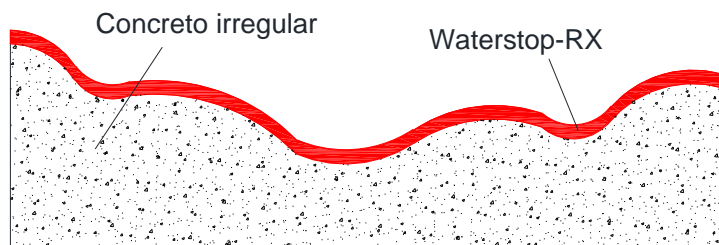

Figura 12 - Instalación de la junta Waterstop-RX en una superficie irregular.
1. Aplicar Waterstop-RX de forma continua contra la superficie irregular, siguiendo el contorno de los diferentes niveles. No dejar huecos entre la superficie y el Waterstop-RX (figura 12).